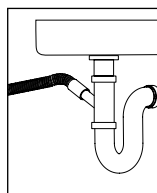

Figura 11
3.4.5 Pentru a evacua apa direct în canalizare furtunul de evacuare a mașinii trebuie să fie situat deasupra genunchiului (sifonului) în conducta de canalizare cu un diametru interior de cel puțin 40 mm, cu scopul de a evita tragerea apei reziduale înapoi în mașină. Furtunul de scurgere poate fi conectat direct la sifonul cu un manșon așa cum se arată în Figura 11.